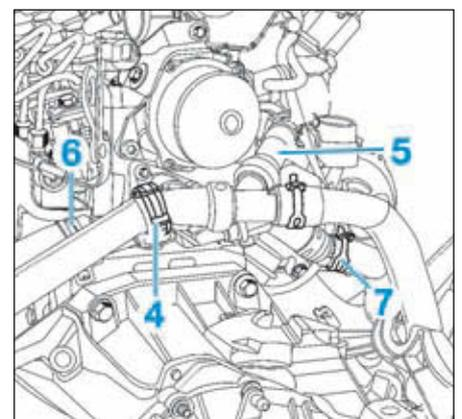

FIG.89
- Dégrafer la durite de liquide de refroidissement (4) (Fig.89).
- Désaccoupler les durits (4), (5), (6) et (7).